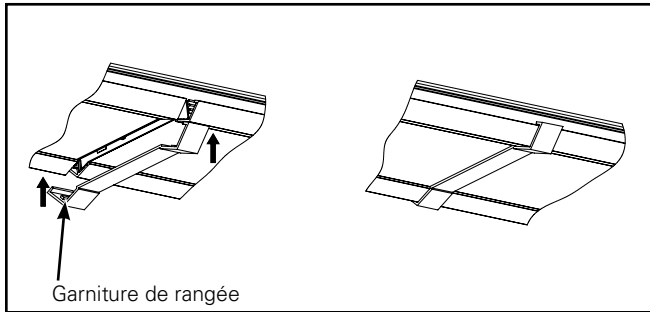

Figure 14.
8. Retirez la pellicule protectrice du guide d'ondes. Installez la garniture incluse entre les guides d'ondes. (Figure 14.)